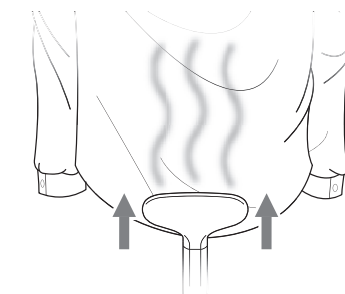

FIGURA 9
3. Dirija la Boquilla de vapor hacia la parte inferior de la prenda. El vapor subirá por el interior y el exterior de la tela y quitará las arrugas. Deslice la Boquilla de vapor lentamente en forma vertical, desde la parte inferior hasta la parte superior de la prenda (FIGURA 9).